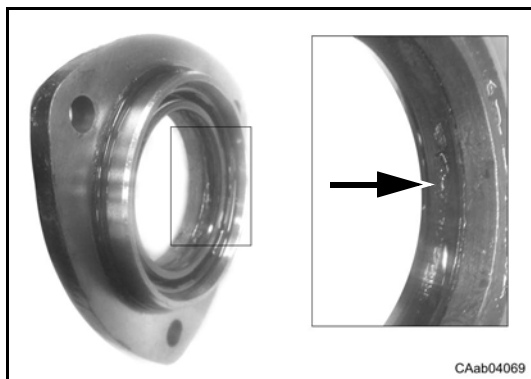

Fig. 15
- Sostituire quei particolari che presentano tracce di usura o di danneggiamento (Fig. 15).
- Replace those parts which show signs of wear or damage (Fig. 15).